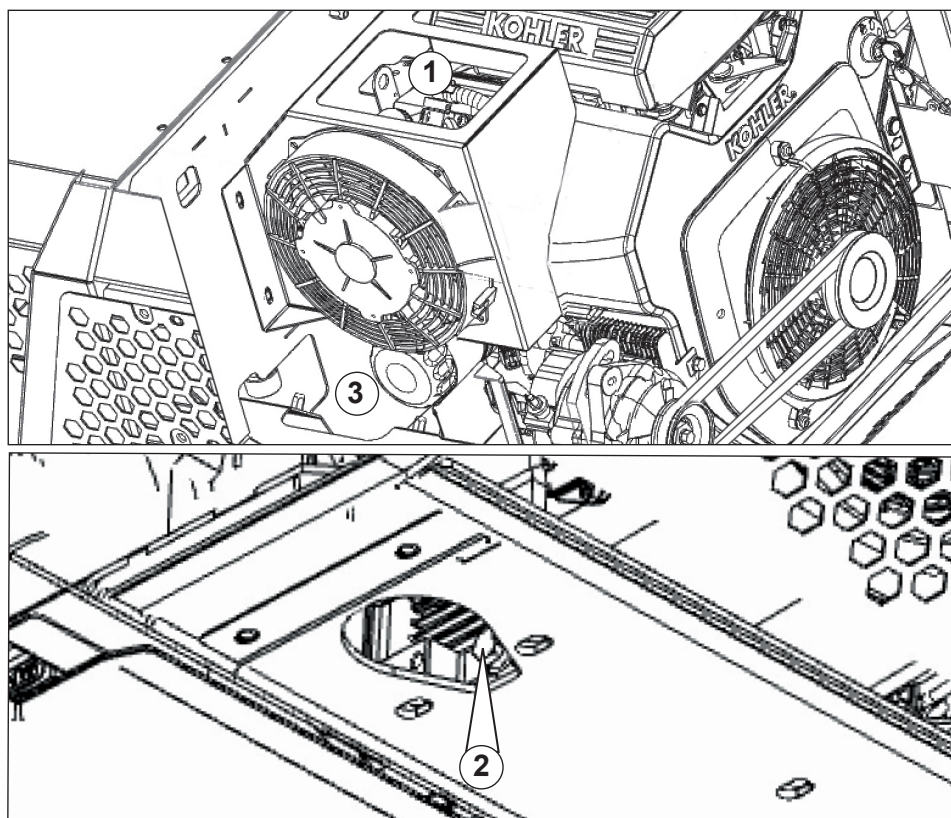

Abb. 21
- 4) Einen Behälter unter den Motor stellen, und zwar an der Stelle, an der sich die Ablassschraube (Pos. 2 Abb. 21) befindet, um das austretende Altöl aufzufangen.
- 5) Den oberen Öleinfülldeckel (Pos. 1 Abb. 21) abschrauben und entfernen.
- 6) Schrauben Sie die Ölablassschraube (Pos. 2 Abb. 21) ab und achten Sie darauf, dass das austretende Öl in den Auffangbehälter geleitet wird. Ziehen Sie die Ablassschraube (Pos. 2 Abb. 21) wieder fest, sobald das Öl abgelassen ist.
Um den Motorölfilter (Pos. 3 Abb. 21) auszutauschen, befolgen Sie die Anweisungen in der Betriebsanleitung für den Motor, die im Anhang enthalten ist.